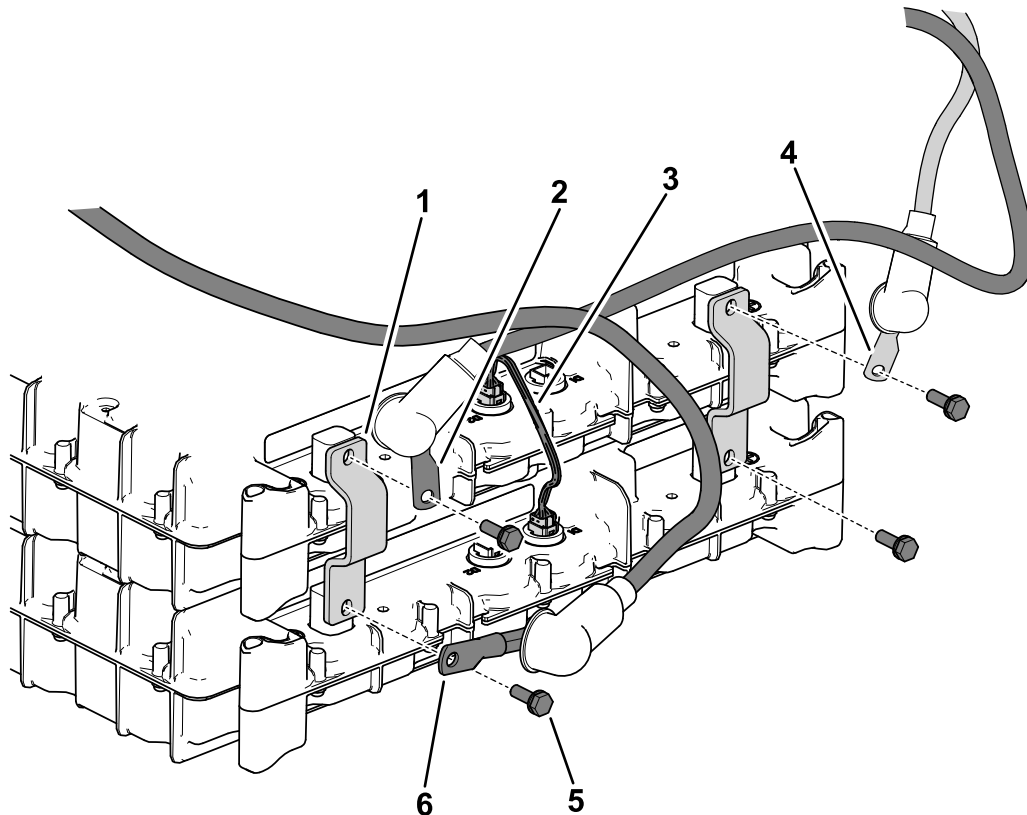

Figure 25
1. Fixez les éléments suivants aux bornes des batteries à l'aide de 4 boulons ($\frac{1}{4}$ " x $\frac{3}{4}$ ") (Figure 25) :
2. Branchez le faisceau d'interface de données (19 cm) dans les prises des batteries, comme montré à la Figure 25.